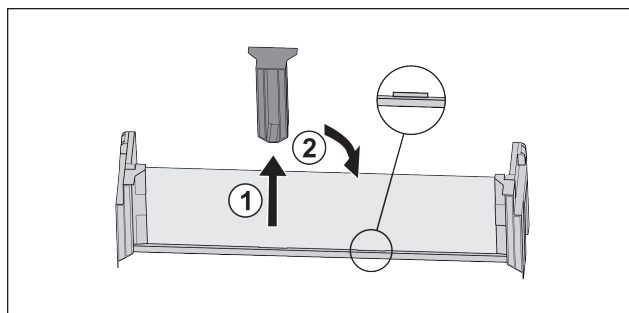

Fig. 22 \*
- ▶ Stáhněte prostřední přídržný díl Fig. 22 (1).\*
- ▶ Vložte prostřední přídržný díl do druhé polohy Fig. 22 (2).\*